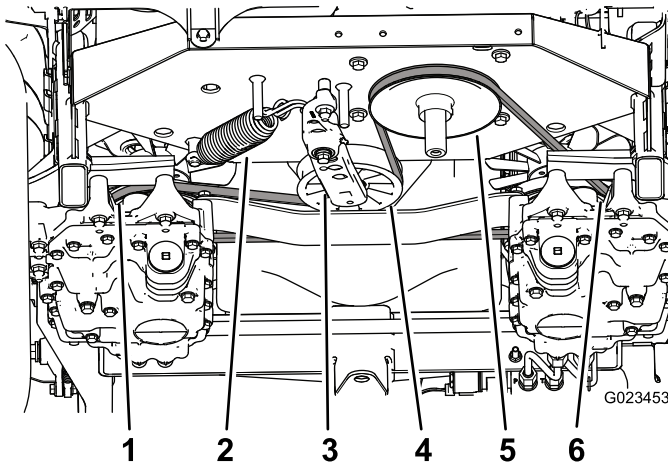

Figura 56
3. Utilize uma lingueta no orifício quadrado do braço tensor para neutralizar a mola tensora (Figura 56) e retire a correia da polia tensora.
4. Desengate a mola tensora do braço tensor e da estrutura (Figura 56).
9. Instale a mola no braço tensor e na estrutura (Figura 56).